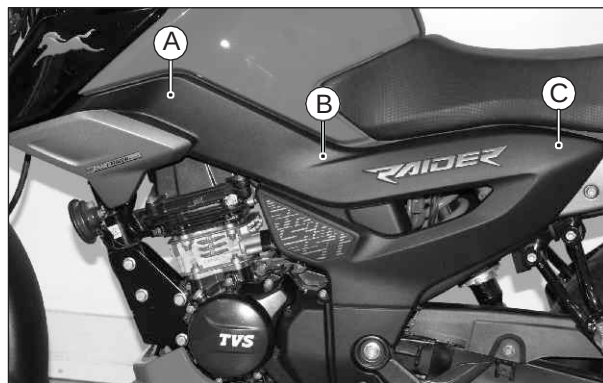

Fig. 1.27
- Ahora, retire la cubierta izquierda halando cuidadosamente para retirar los pines de ajuste del depósito de combustible (A y B) y de la cubierta trasera (C). (Fig. 1.27)